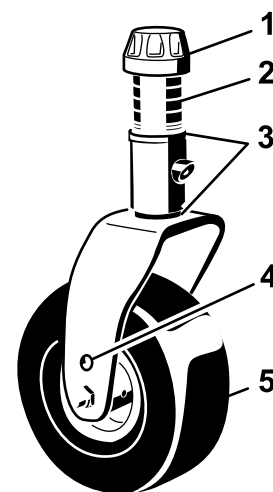
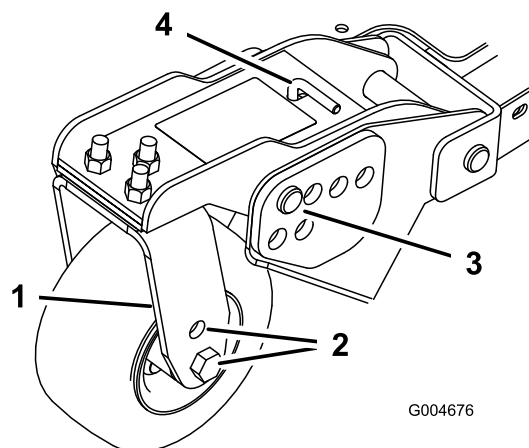
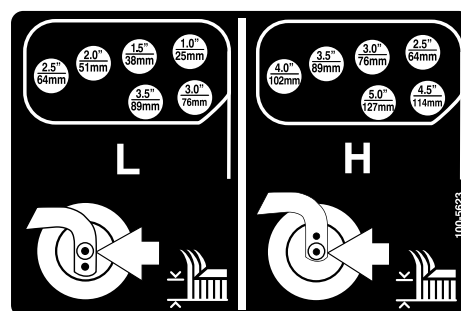

Figure 20
Figure 22
Figure 23
1. Placez les essieux des roues pivotantes dans les mêmes trous sur toutes les fourches (Figure 20 et Figure 22).
2. Enlevez le chapeau de tension de l'axe de pivot et sortez l'axe du bras de la roue pivotante (Figure 20).
5. Enlevez la goupille fendue et les axes de chape des bras de pivot (Figure 22).
6. Tournez la tige de tension pour élever ou abaisser le bras de pivot jusqu'à ce que les trous soient en face de ceux du support de hauteur de coupe sélectionnés dans le cadre du plateau de coupe (Figure 22 et Figure 23).